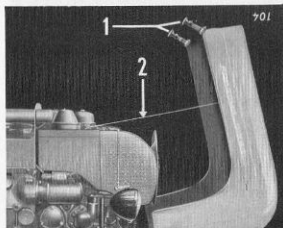

Fig. 1 Öppnande av motorhuven
Lyft upp de båda huvlåsen (1, fig. 1) på höger och vänster sida, och lyft upp motorhuven framåt. Den hålls i uppfällt läge av en lina (2).